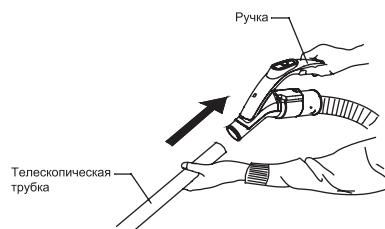

Рис. 6
- Подсоедините телескопическую трубку к ручке гибкого шланга (Рис. 6). Для удлинения трубы необходимо нажать на кнопку фиксации на трубке и выдвинуть внутреннюю трубку на необходимую длину.